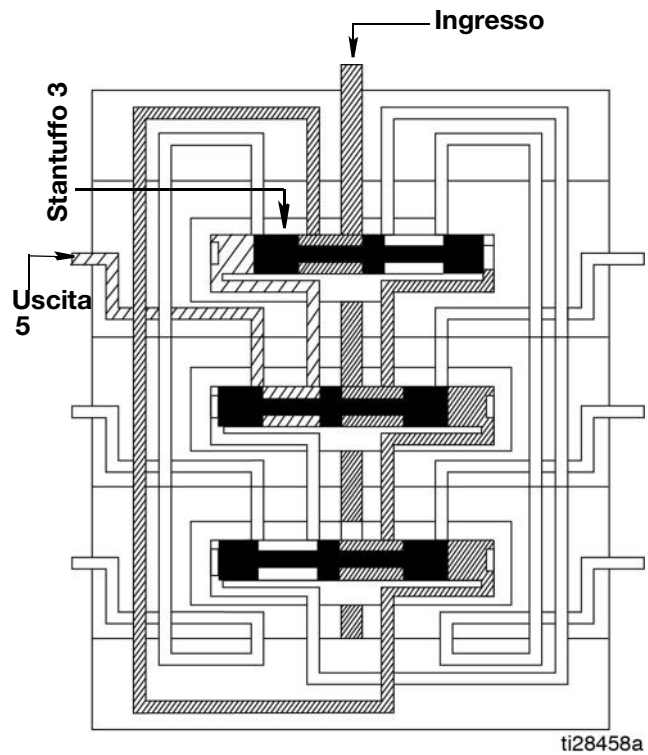

FIG. 15
2. Lo stantuffo 3 apre, erogando il lubrificante all'uscita 5 (FIG. 15).